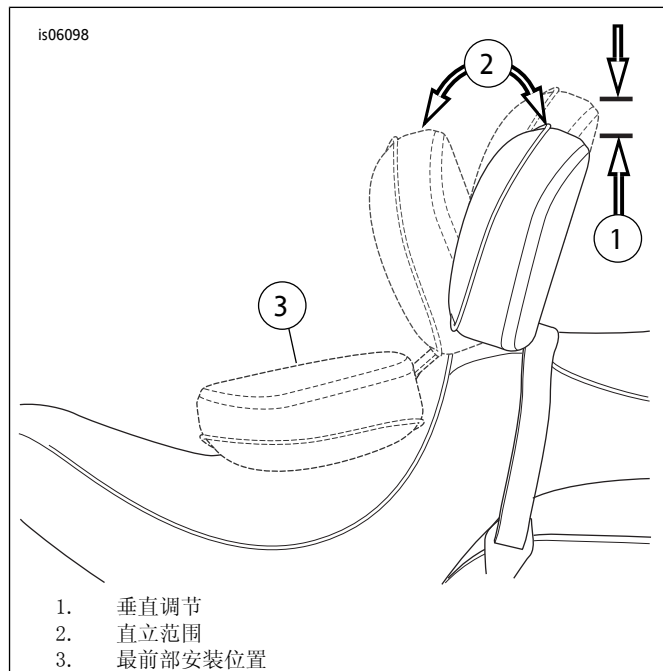

图14。靠背位置
- 参见图14。靠背和座椅就位后,将靠背推至最前部位置(3)。靠背机构抵住座椅下侧并抵住插入的座椅保护器。
1. 参见图14。调节手柄用于将靠背垫移动到前部和后部位置。